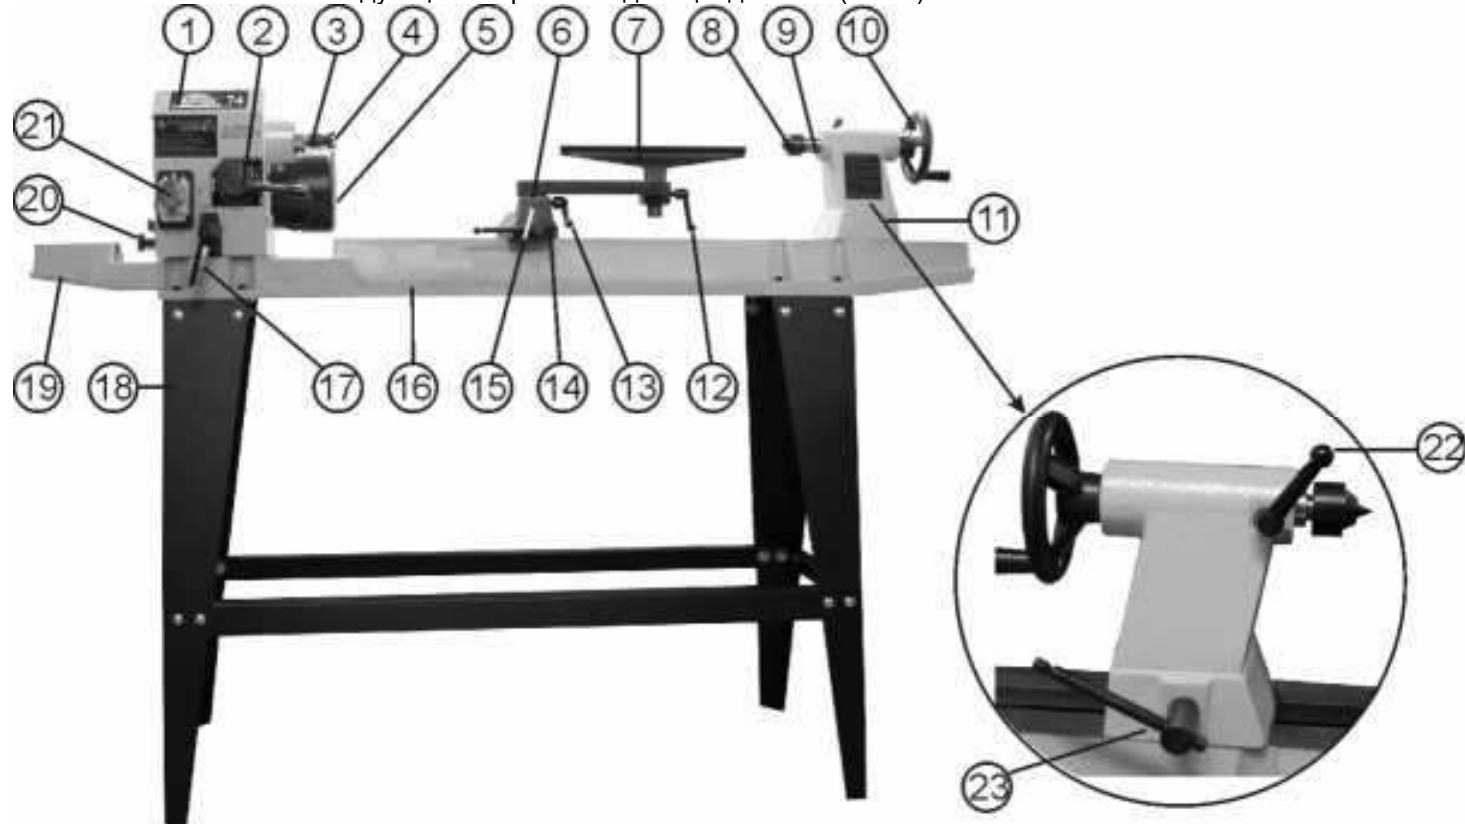

Рис. 2
- 7.1. Машина состоит из следующих сборочных единиц и деталей (Рис.2):
8.4. Установка центров (Рис. 2, 6, 7)